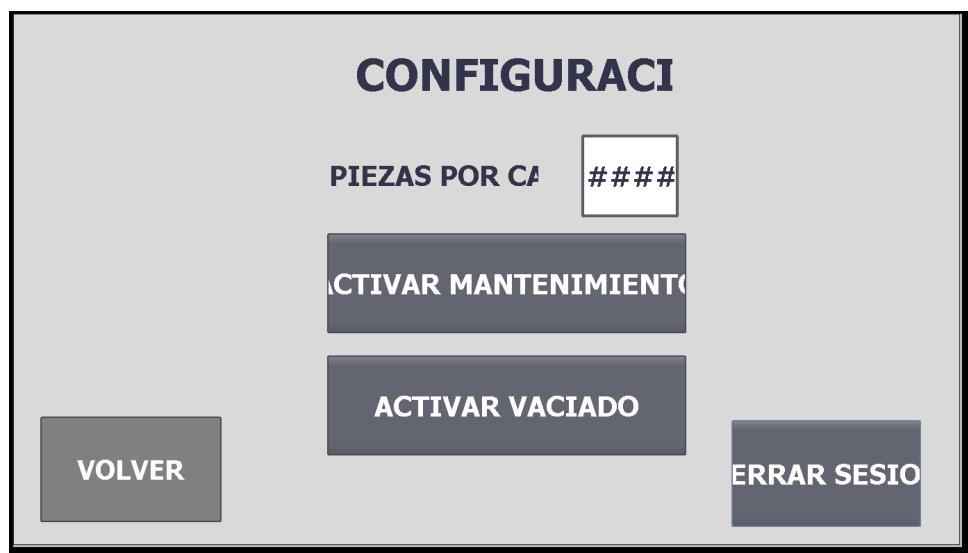

Figura 39: Pantalla de configuración
- Configuración: Para pulsar este botón se pedirán credenciales; este apartado solo está disponible para administradores y da acceso a la pantalla de configuración (véase figura 39).